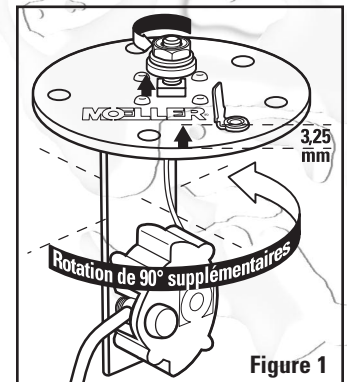

Figure 1
- Faites pivoter le transmetteur en relâchant l'écrou de laiton présent sur le sommet de la bride à cinq trous d'environ 3,25 mm (1/8e de pouce) (Voir la figure 1). Ne pas retirer.